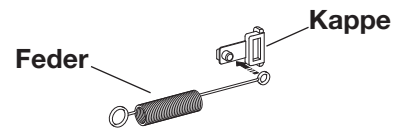

Abb. 8
- Setzen Sie die kleinere Öse der Feder auf die Plastikcappe des Gitters (2 Kappe + 2 Federn für jedes Gitter). Abb. 8